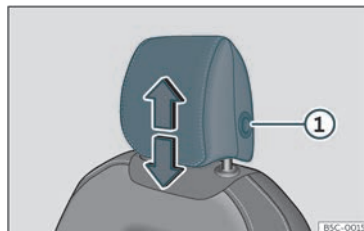
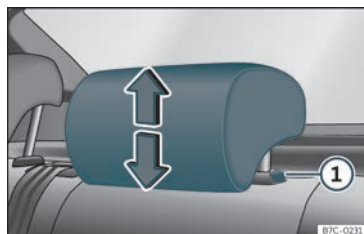

Fig. 101 Sedile anteriore: regolazione del poggiatesta.
Fig. 102 Poggiatesta posteriore: regolazione del poggiatesta.
agire analogamente, premendo il tasto laterale ①»» fig. 101 »» fig. 102.
- Premere il pulsante laterale»» fig. 101 ① e rimuovere il poggiatesta.